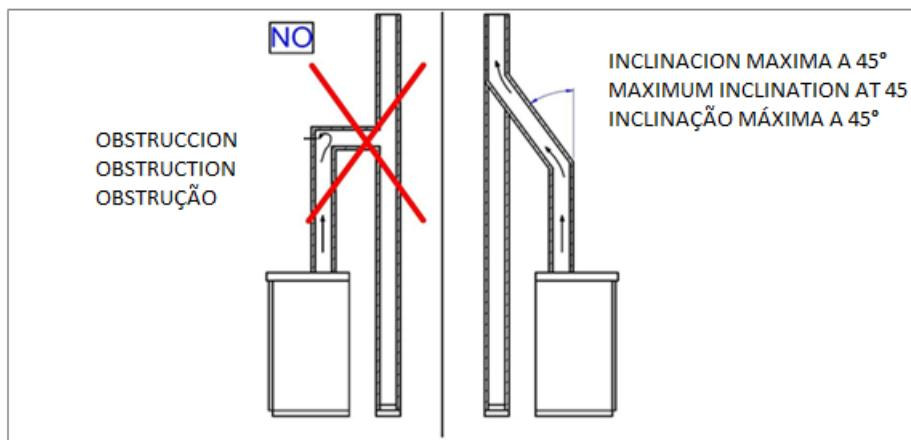

Figura 3
4. No caso da boca da chaminé para uma chaminé existente que não esteja perfeitamente perpendicular à saída de fumos da habitação ou para os casos em que a saída para o exterior se faça pela fachada, a ligação das condutas deve ser feita com a junta inclinada correspondente. A inclinação, em relação à vertical, não pode ultrapassar  $45^{\circ}$  e não deve sofrer estreitamento (Ver figura 3). Para isso, devem ser utilizadas curvas ou cotovelos aprovados de  $45^{\circ}$ . Além disso, é necessário que a referida curva seja utilizada a partir de um comprimento mínimo de 2 m da saída de fumos da cozinha.